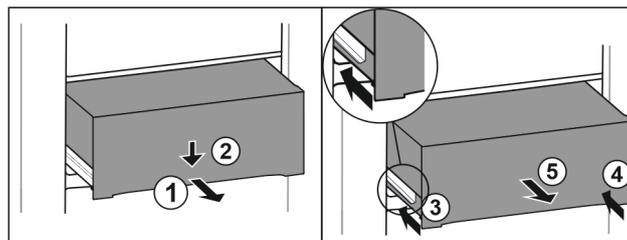

Fig. 155
- Estrarre il cassetto a metà. Fig. 155 (1)
- Premere il cassetto sul lato anteriore verso il basso. Fig. 155 (2)
- Spingere la guida sinistra di circa 2 cm verso l'interno. Fig. 155 (3)
- Spingere la guida destra di circa 2 cm verso l'interno. Fig. 155 (4)
- Rimuovere il cassetto tirandolo in avanti. Fig. 155 (5)